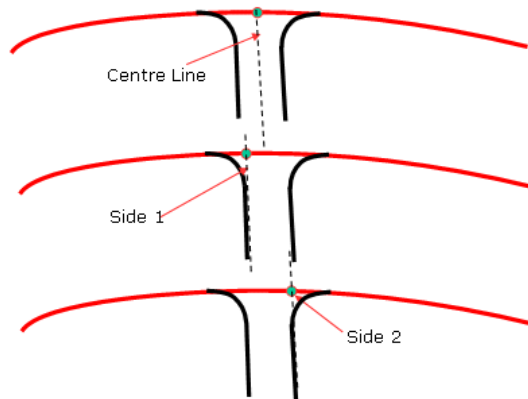

Figura 2.92 Ejemplo Position.
- **Position:** define la posición de la guía en la ranura como en la *Figura 2.92*, puede estar a la mitad, a un lado en contacto con la superficie o al otro en contacto con la otra.